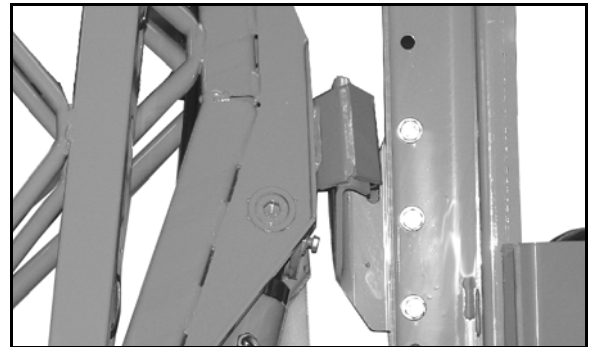

Bild 10
- Transportspärr (Bild 10) på **Super-S**-sprutrampen som hindrar att den fälls ut oavsiktligt